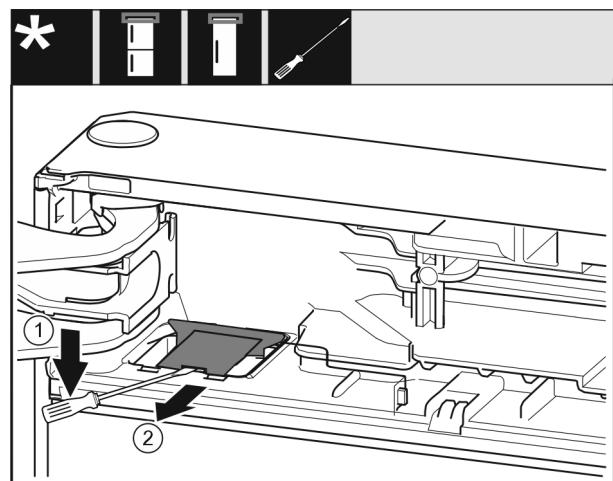

Fig. 10
- Mit einem Schlitzschraubendreher die Abdeckung ausrasten und aufheben. Fig. 10 (1)
- Abdeckung herausnehmen. Fig. 10 (2)